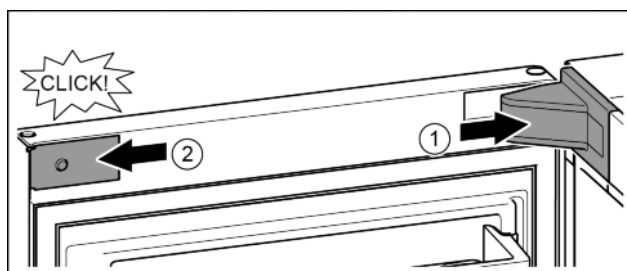

Fig. 25
- ▶ Poser et enclencher le cache du support de palier, l'introduire en appuyant délicatement. *Fig. 25 (1)*
- ▶ Mettre en place le cache latéralement et l'enclencher. *Fig. 25 (2)*